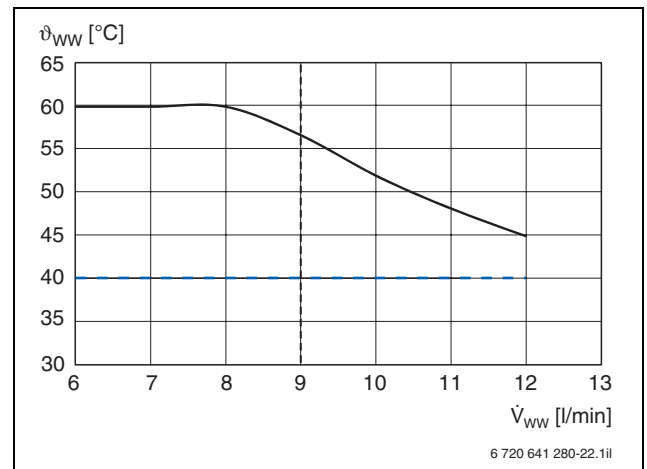

Bild 55 Warmwasser-Dauerleistungen bei einer Kaltwasser-Eintrittstemperatur von 10 °C
- hohe Warmwasser-Dauerleistung (→ Bild 55) von 29,7 kW